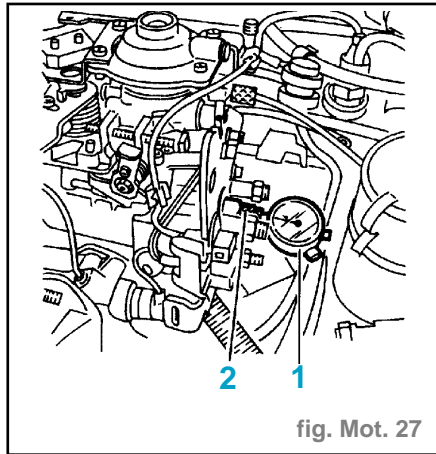

fig. Mot. 27
- Piger le volant-moteur à l'aide de la pignage (1) (fig. Mot. 27).